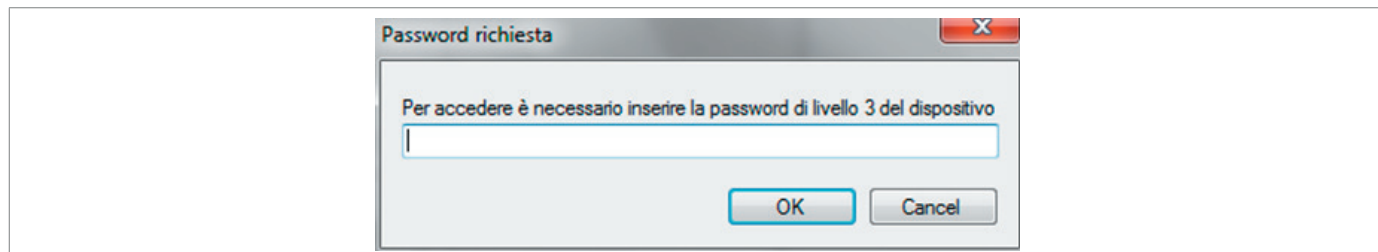

Fig. 8.36. Solicitud de contraseña
- **Usa psw salvata (Usar psw guardada):** Si se marca este campo, se utilizará la contraseña establecida en la configuración actual para acceder al dispositivo. Si no se marca, el usuario deberá introducir la contraseña en el campo que se muestra en la fig. 8.36 y confirmar con OK.